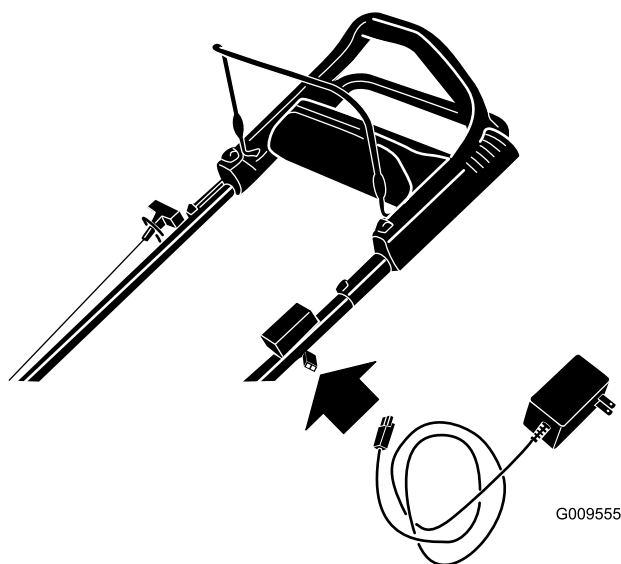

Рисунок 33
1. Подсоедините зарядное устройство к жгуту проводки, расположенному под ключом зажигания (Рисунок 33).